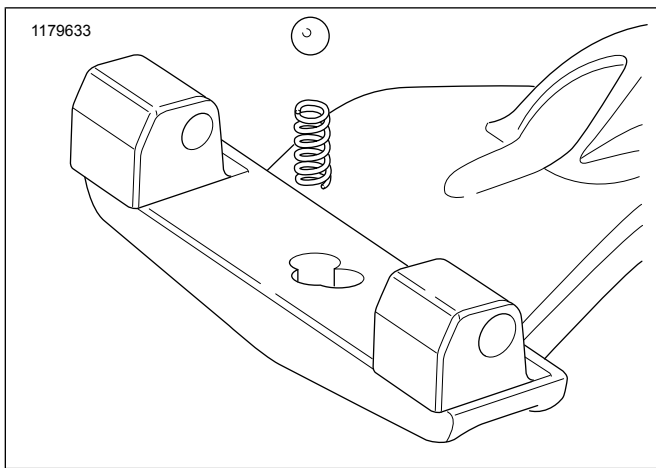

Figura 3. Instalación de la bola y el resorte
5. Vea Figura 3. Inserte el resorte dentro del agujero de retención en el soporte de la placa apoyapiés. Repose la bola en la parte superior del resorte.
- Vea Figura 3. Inserte el resorte dentro del agujero de retención en el soporte de placa apoyapiés. Repose la bola en la parte superior del resorte.